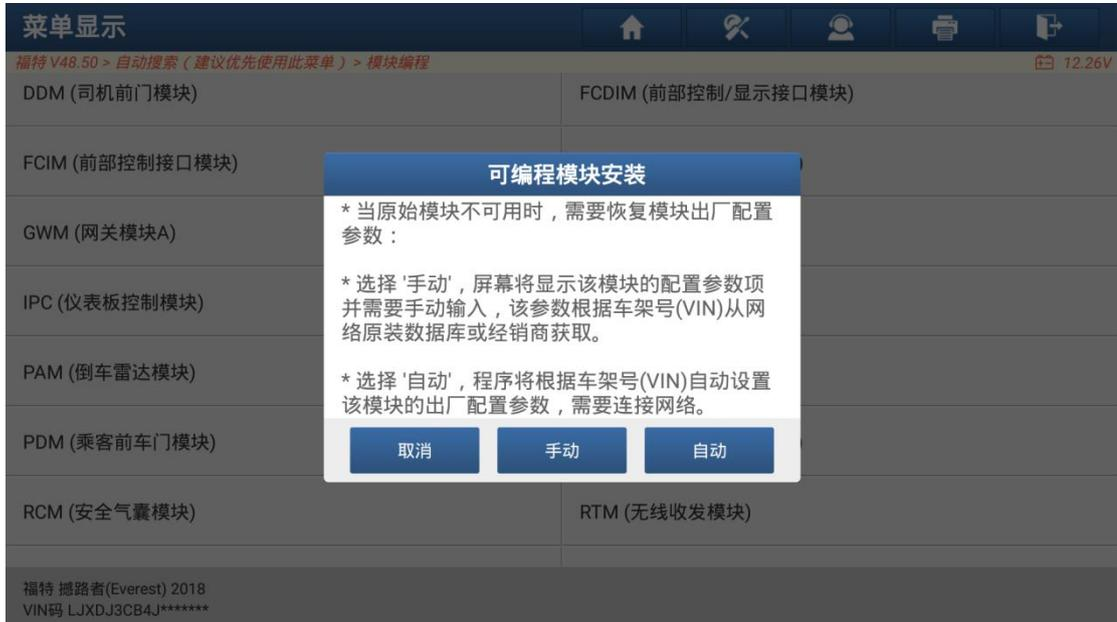

图 C10
- 原车已经更换新的 PSCM 模块或者原车模块不可用，需要下载数据文件或者手动输入数据（图 C10）